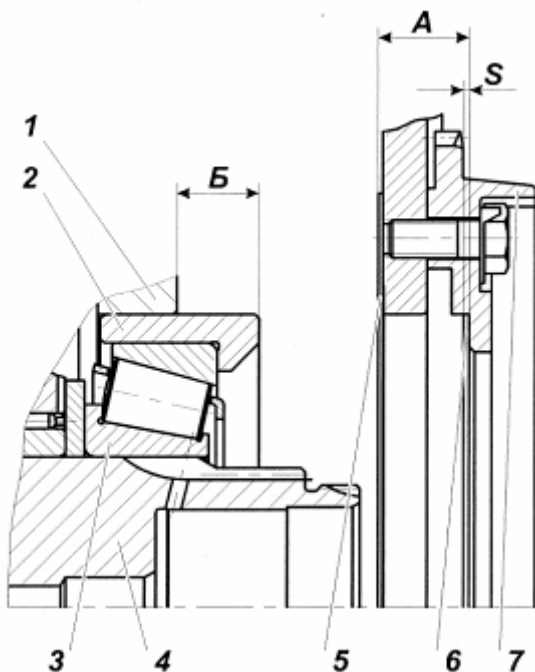

Рис. 106:
3.3 Замерить абсолютные величины размеров А (между торцами зубчатой муфты и уплотнительной прокладки) и Б (между торцами картера и гнезда подшипника) рис. 106.